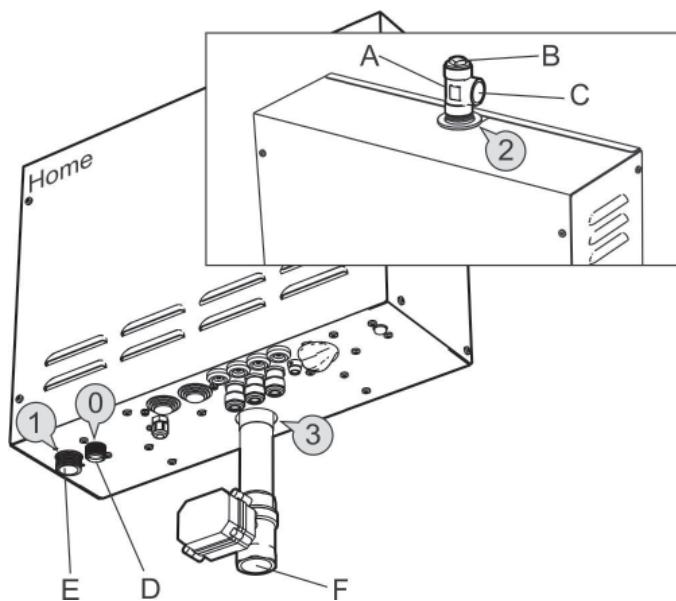

Abb. 6 Dampferzeuger Typ Home
Schließen Sie den Anschluss 1 (Abb. 6,7) des Dampferzeugers an Kaltwasser an. Der Druck des Zulaufwassers muss min. 0,2 und darf max. 10 bar (bzw. mind. 20 kPa und max. 1000 kPa) betragen.
Schließen Sie das Anschlussstück an den Dampfauslass 2 (Abb. 6,7) des Dampferzeugers an (die Arretiermutter muss oben stehen). Schließen Sie ein Kupferrohr mit einem Innendurchmesser von min. 18 mm an den Dampfauslass des Anschlussstücks (C) an. Die Dampfrohrleitung kann entweder zum Dampfbad oder zum Dampferzeuger hin ein Gefälle aufweisen. Die Dampfrohrleitung kann aber auch mit Gefälle sowohl zum Dampfbad als auch zum Dampferzeuger hin montiert werden.
Es muss ein Ablaufrohr mit Anschluss an das Sicherheitsventil D (Abb. 6 und 7) mit stetigem Gefälle in einer frostfreien Umgebung montiert werden.